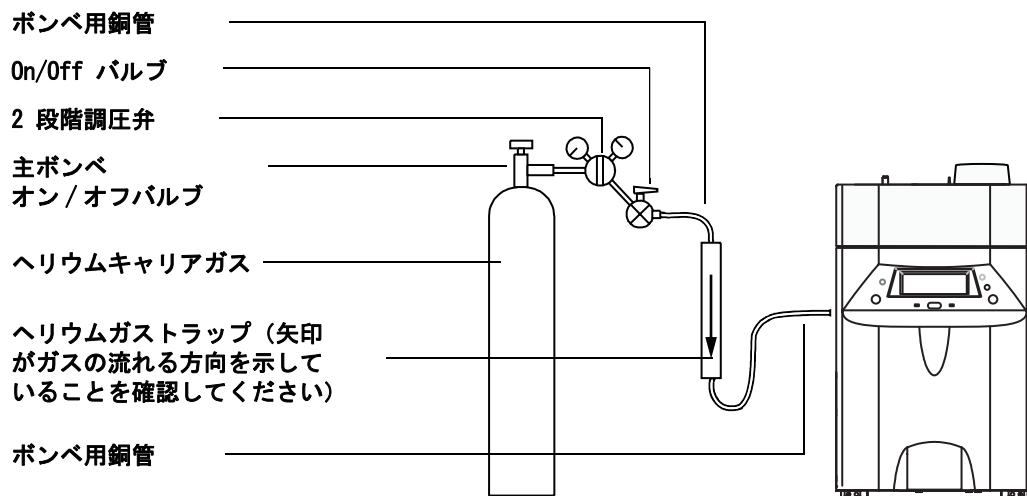

図 3 ヘリウムの接続
- 1 6 フィート（または必要な長さ）の銅管をキャリアガスポンベのラインにつなぎます（図 3）。